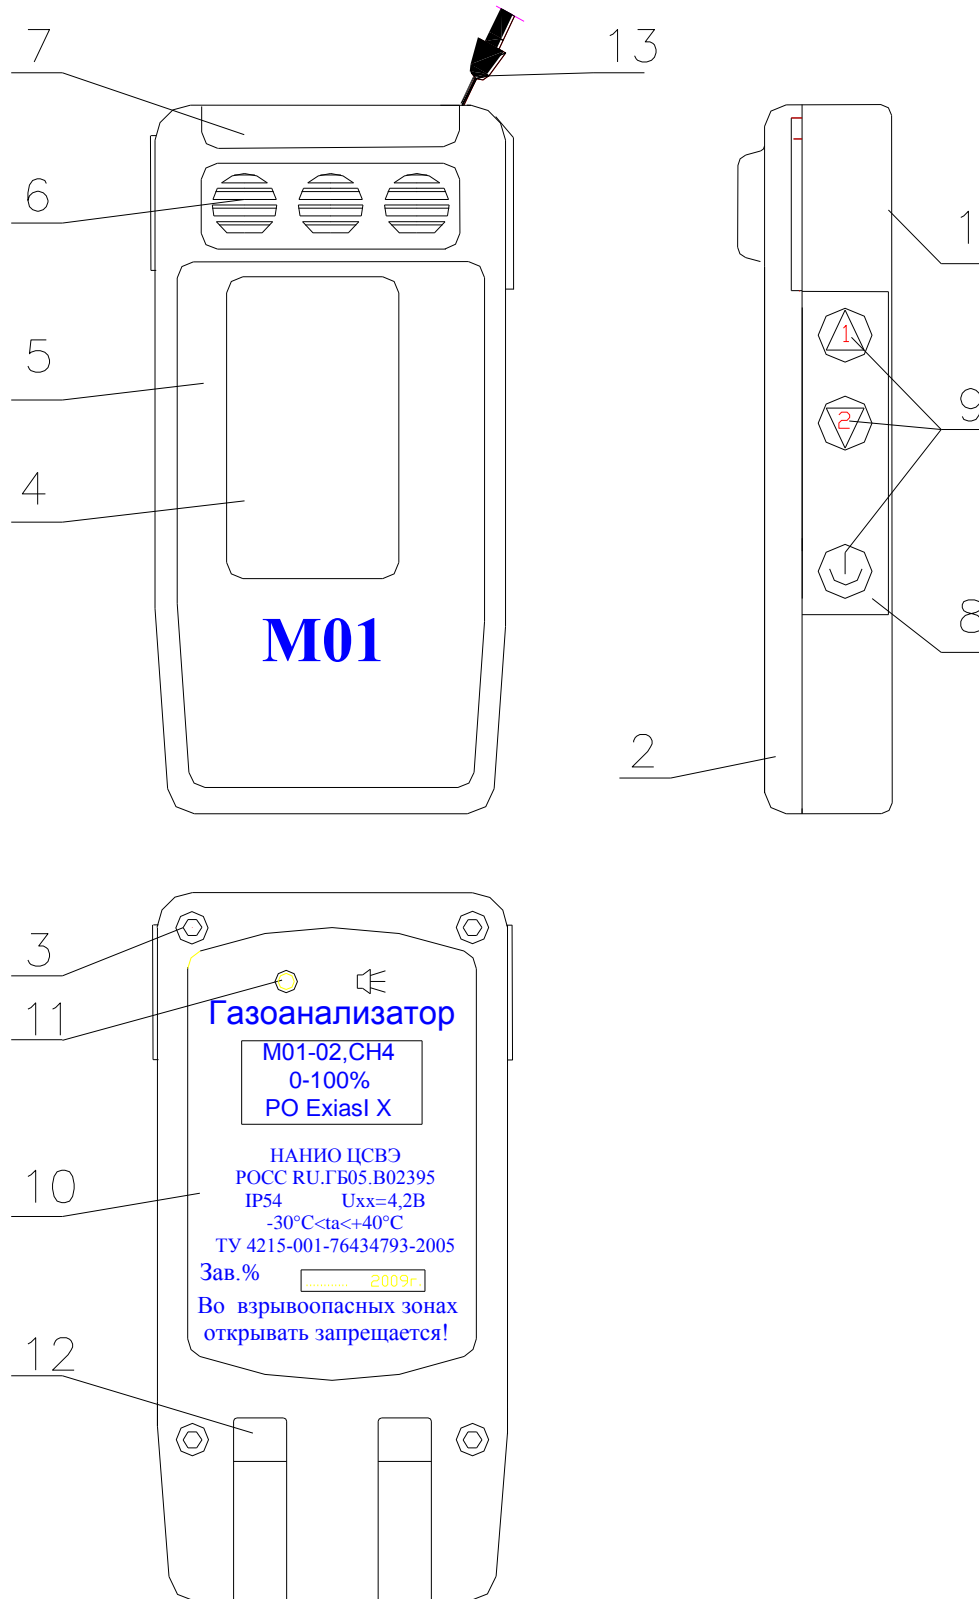

Рисунок 3.1
9.2.2 Убедиться, что зеленый светодиод заряда аккумулятора (см. поле 7 рисунок 3.1) горит непрерывно.